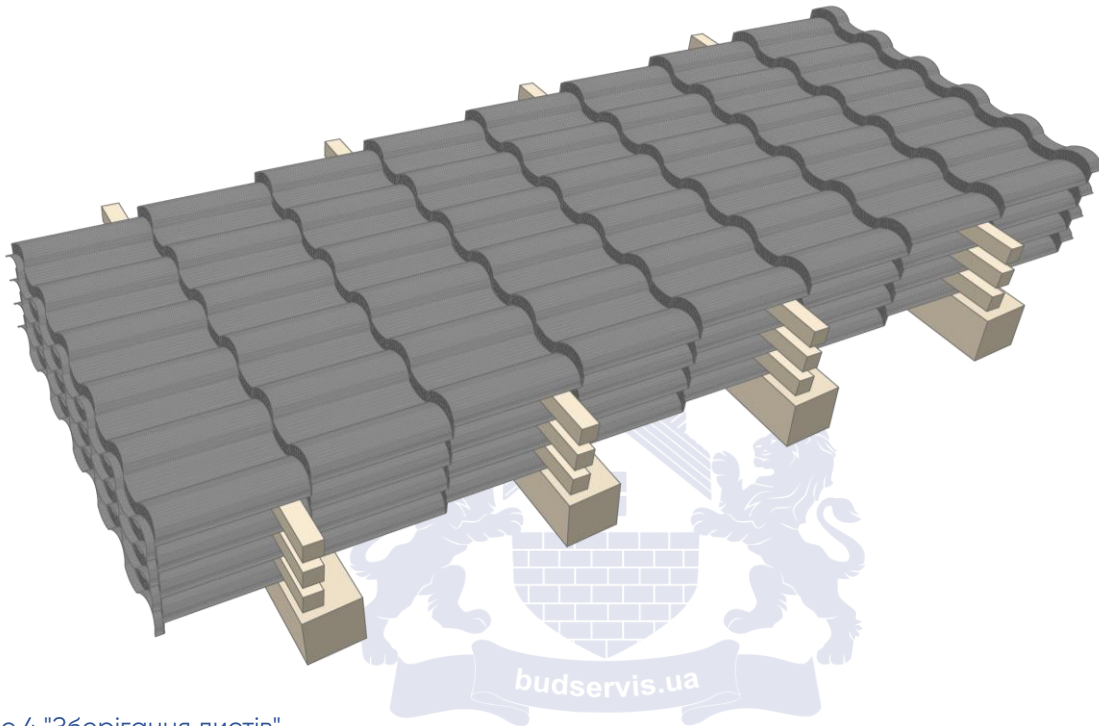

Рис.4 "Зберігання листів"
- Рекомендується зберігати листи, уклавши їх на дерев'яні бруси перетином 150x150мм (Рис.4), щоб у разі затоплення складських приміщень вода не змогла просочитися в упаковані пачки. При цьому пачки повинні знаходитися на невеликій похилій поверхні від горизонтального положення, щоб у разі утворення конденсату на поверхні листів він міг стекти.
- У разі встановлення кількох пачок бруси повинні бути однакового перерізу та встановлені один під одним (Рис. 4).